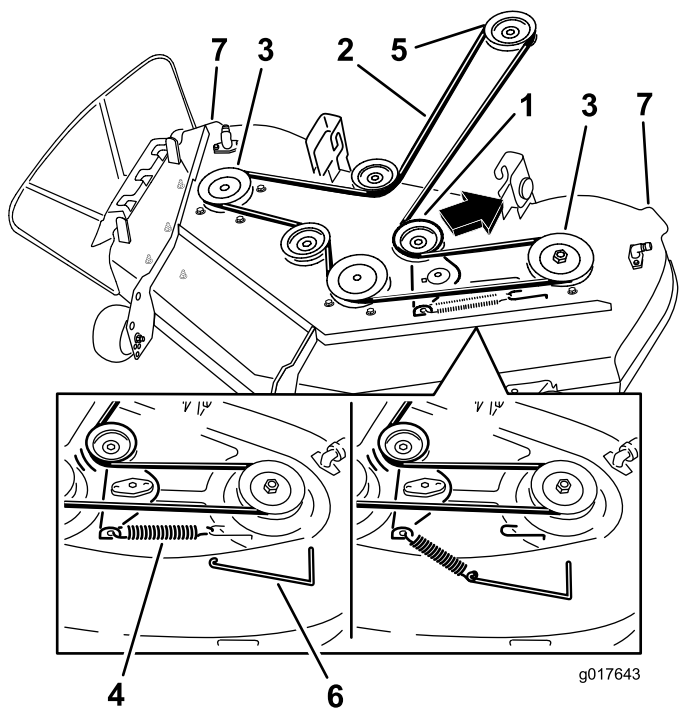

Figure 60
4. À l'aide d'un outil de dépose de ressort (réf. Toro 92-5771), décrochez le ressort du crochet sur le tablier pour éliminer la tension sur la poulie de tension et déchaussez la courroie des poulies (Figure 60).
5. En vous aidant des poignées, soulevez le tablier de coupe et les supports pour les dégager de la tige de levage arrière et abaissez le tablier au sol avec précaution (Figure 59 et Figure 60).
- Acheminez la courroie neuve autour de la poulie du moteur et des poulies du tablier de coupe (Figure 60).
- À l'aide d'un outil de dépose de ressort (réf. Toro 92-5771), accrochez le ressort au crochet situé sur le tablier, ce qui a pour effet d'exercer une tension sur la poulie de tension et la courroie du tablier de coupe (Figure 60).